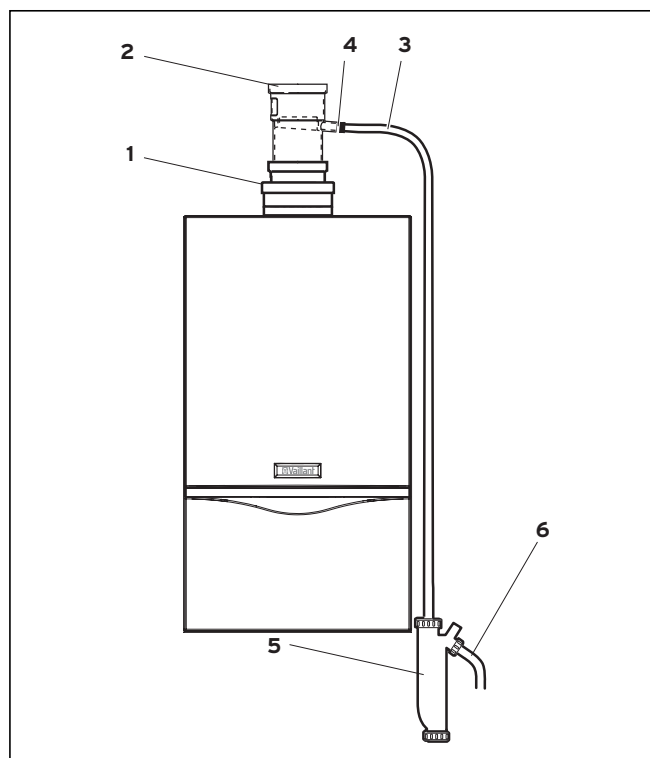

Рис. 6.10 Монтаж присоединительного патрубка аппарата с отводом конденсата
- Вставьте присоединительный патрубок аппарата (1, см. рис. 6.10) в патрубок системы отвода продуктов сгорания аппарата.
- Вставьте отвод конденсата (2, см. рис. 6.10) в присоединительный патрубок аппарата (1, см. рис. 6.10).
- Вставьте шланг для конденсата (3, см. рис. 6.10) в отвод конденсата и закрепите его хомутом (4, см. рис. 6.10).
- Закрепите сифон (5, см. рис. 6.10) на стене под аппаратом.
- Присоедините трубу конденсата (6, см. рис. 6.10) к сифону.